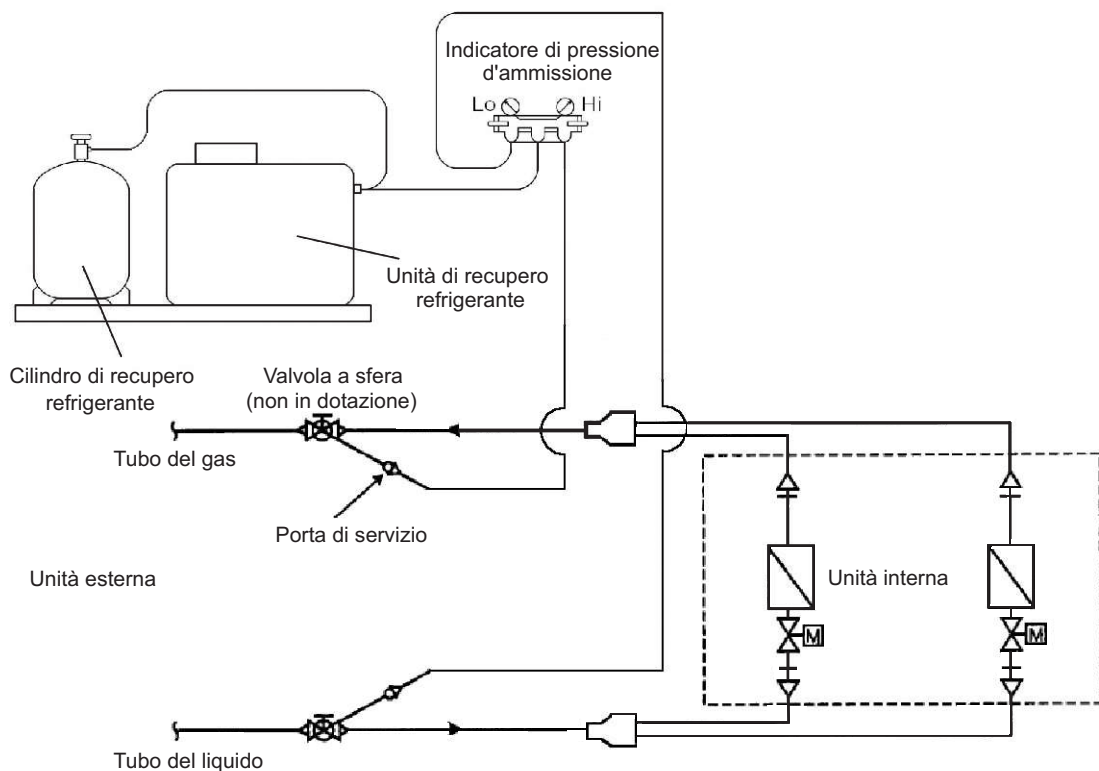

Fig. 9
- (2) Dopo aver fatto funzionare l'unità nella modalità Raffreddamento per circa 5 minuti, aprire completamente la valvola a sfera del tubo del liquido.
- (3) Mantenere in funzionamento l'unità nella modalità di Raffreddamento per altri 10/20 minuti.
- (4) Aprire completamente la valvola di servizio del tubo del gas.
- (5) Utilizzare i tubi flessibili per connettere tra loro la valvola del manometro, l'unità di recupero refrigerante ed il cilindro di recupero refrigerante (Fig. 9). Effettuare ogni connessione velocemente in modo da evitare l'ingresso dell'aria nelle tubazioni.